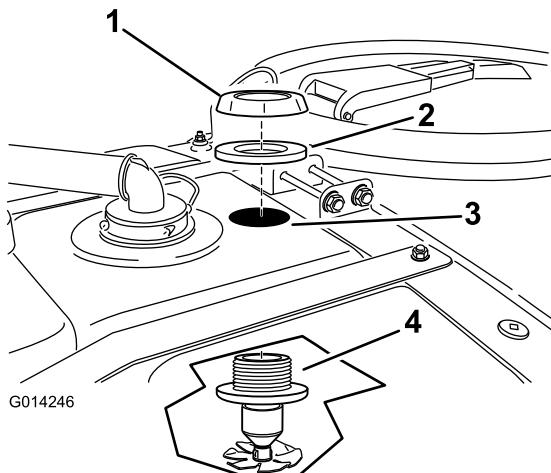

Figura 15
2. Montate il gruppo ugello dall'interno infilandolo attraverso il foro praticato (Figura 15).
3. Montate la guarnizione e il dado flangiato in plastica sui filetti che sporgono dal diaframma sopra il serbatoio (Figura 15).